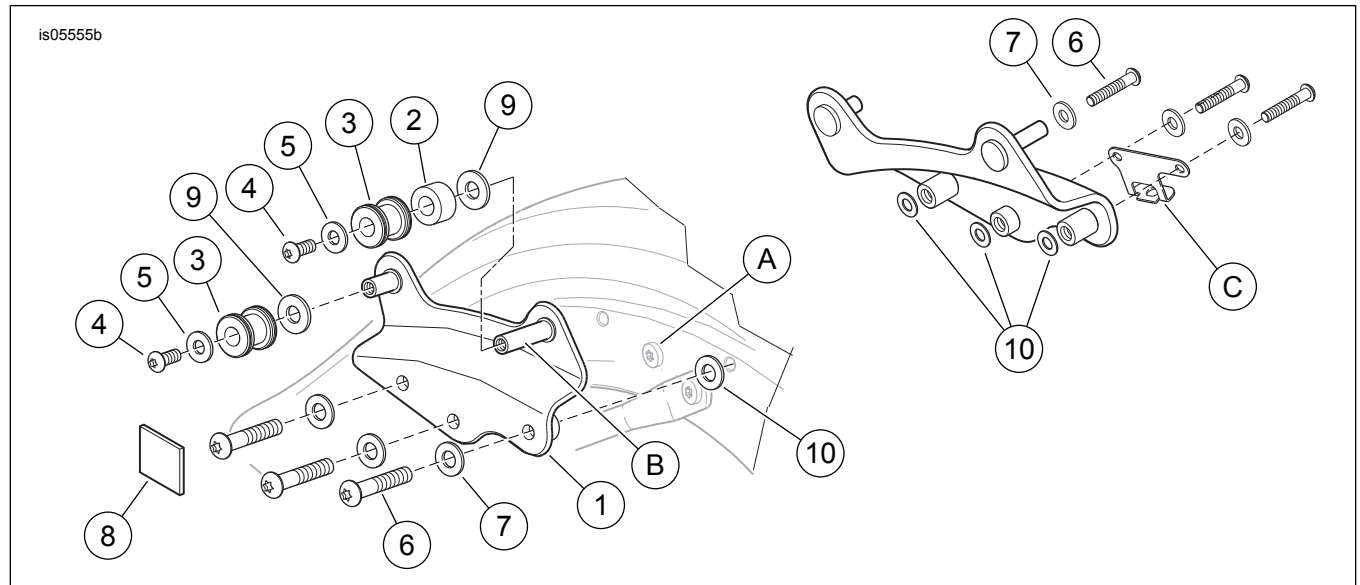

Abbildung 3. Ersatzteile, abnehmbare Vierpunkt-Befestigungsstellen-Ausrüstungssatz
Siehe Abbildung 3 und Tabelle 1.
1. **ALLE Modelle:** Siehe Abbildung 3. Die Schraube (A) zur Befestigung der Rückseite des Chromdeckels an der hinteren Rahmenverlängerung beiderseits des Fahrzeuges entfernen.
2. Je eine Unterlegscheibe (7) auf die Gewinde der vier TORX®-Schrauben (6) aus dem Satz aufsetzen.
4. Siehe Abbildung 3. Ein Distanzstück (2) auf den längeren Zapfen (B) jeder Befestigungsplatte schieben. Die vier Befestigungsstellen (3) mit dem angefasten Ende zuerst auf den langen und kurzen Befestigungsstellenzapfen anbringen; hierzu Unterlegscheiben (5) und kleinere TORX-Schrauben (4) verwenden. Schrauben fest anziehen.